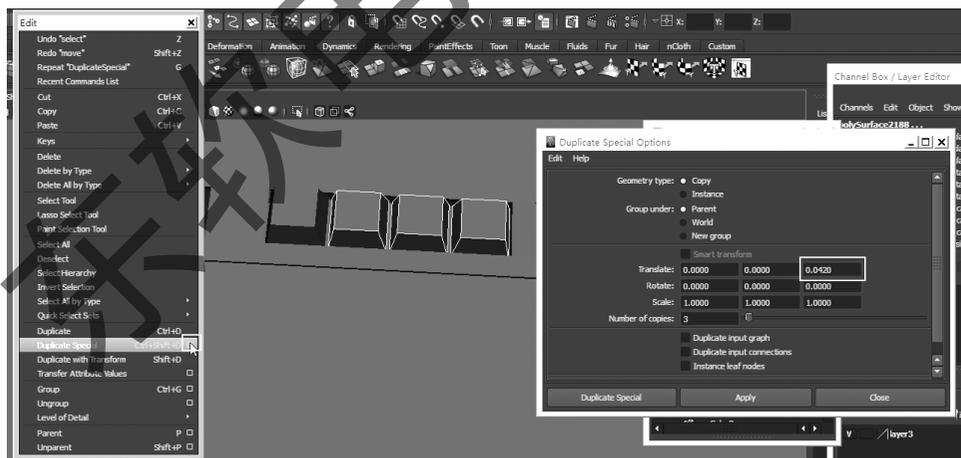

图 4-41 特殊复制命令属性
Step 3: 用复制命令 Edit→Duplicate(快捷键是 Ctrl+D), 复制一个按键当作按键 F1 放在键盘上合适的位置上。对 F1 键进行特殊复制, 点击 Edit→Duplicate Special 后的方块进入属性设置面板, 将 Translate 位移属性的第三个数值改为 0.042, 将 Number of copies(复制物体个数)改为 3, 点击 Apply, 会创建出 3 个物体, 如图 4-41 所示。